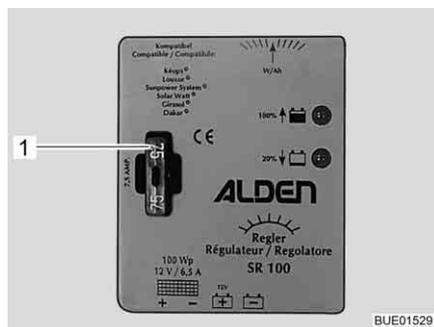

Bild 149 Sicherung Solar-Laderegler 100 W
- Flachsicherung 5 A/hellbraun (Bild 149,1) wechseln.